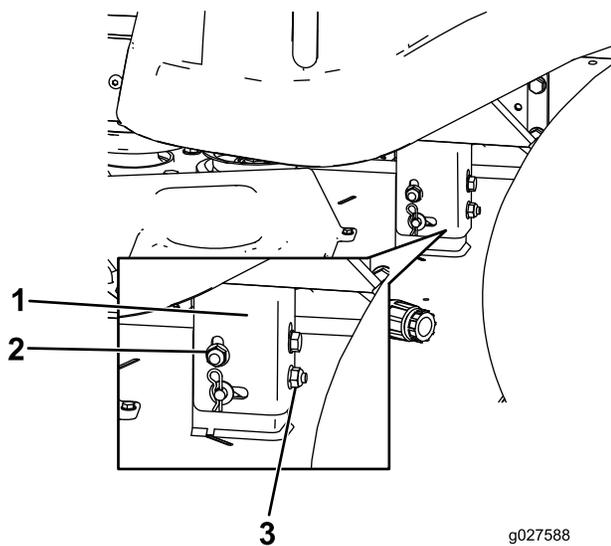

Figura 53
8. Eleve o baje el lado izquierdo de la carcasa de corte girando la tuerca de bloqueo trasera (Figura 53).
Nota: Gire la tuerca de bloqueo trasera en sentido horario para elevar la carcasa de corte; gire la tuerca de bloqueo trasera en sentido antihorario para bajar la carcasa de corte (Figura 53).